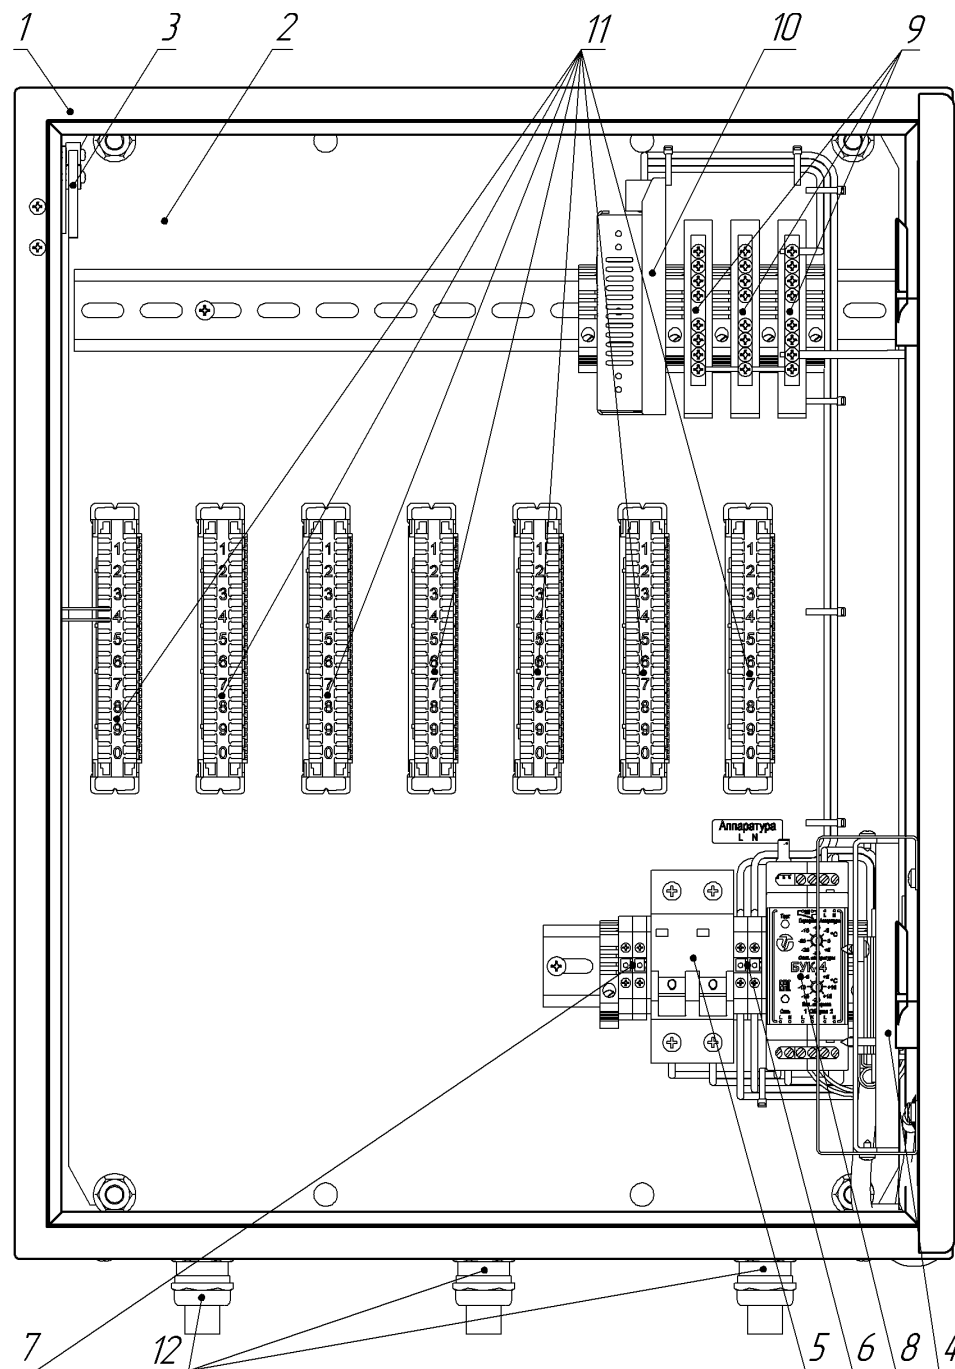

Рис. 1. Устройство термошкафа (дверь открыта на 90°)
3. Подключить тамперный контакт S2 (рис.1) к внешнему устройству сигнализации через контакты 7 и 8 (4-я пара) плинта X3.
4. Подать напряжение питания 220В AC на автомат питания, при этом фазный провод (L) соединить с контактом 1, нулевой провод (N) с контактом 3.